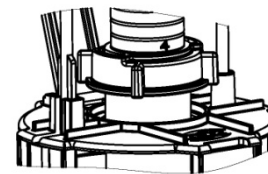
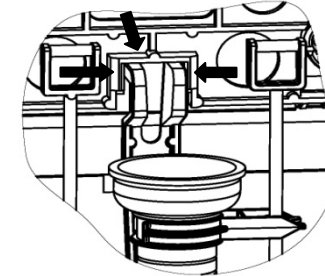

рис.3
рис.4
6.4 При монтаже арматуры наполнительная гайка байонета поз.4 должна быть выставлена по уровню 4,нанесенному на трубку перелива поз.1 (рис.3). Защелкнуть кронштейн крепления арматуры поз.5 (рис.4)
6.5 Для демонтажа (установки) сливной арматуры необходимо нажать на крепежный элемент кронштейна крепления поз.5 (рис.4) для схождения его скоб внутрь для выхода из защелки, потянув его на себя. Вытащить арматуру из бачка. Установка сливного механизма производится в обратной последовательности.